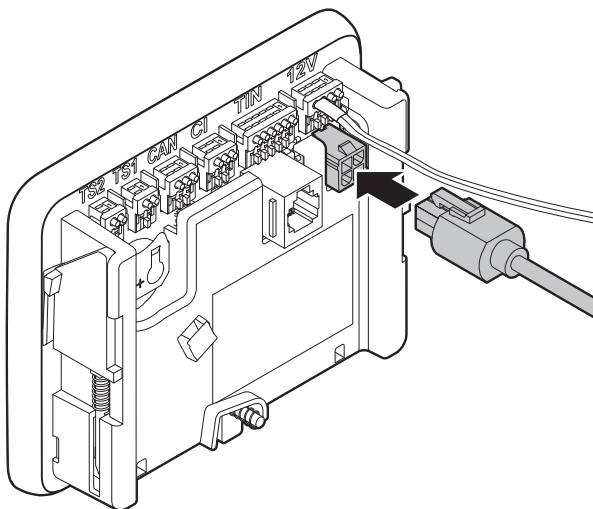

Fig. 6
- ▶ Brancher une fiche du câble sur la prise 12 V du Panel (Fig. 6).